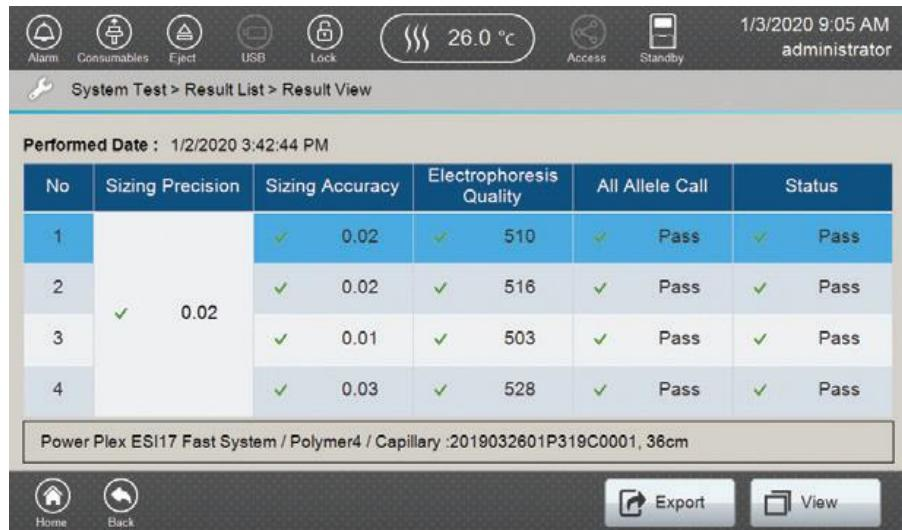

図 226 サンプルを選択した Fragment System Test の Result View 画面
- 評価したい system test のサンプルに対応した Result List 内の行を選択すると、フッターの **Export** と **View** ボタンがアクティブになります。(図 226)